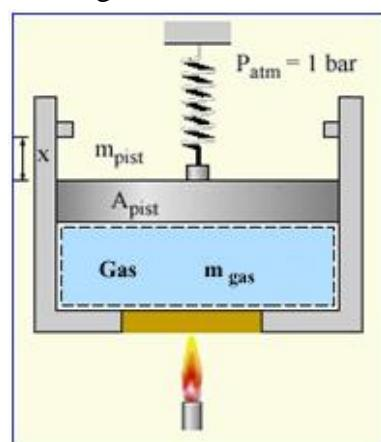

Fig. E2.2
Existe una forma alternativa de calcular el trabajo, utilizando la expresión  $\int P \cdot dv$ , sin hacer la hipótesis de proceso politrópico. Para ello deberemos poner la expresión de P desagregada en sus diferentes componentes. De acuerdo con la figura E2.2 a, si tomamos como frontera el interior del cilindro, sin el émbolo, tendremos la expresión siguiente para la P del gas:
c) Si tomamos como sistema el correspondiente a la fig. E2.2 b, la presión en la frontera del sistema es ahora: